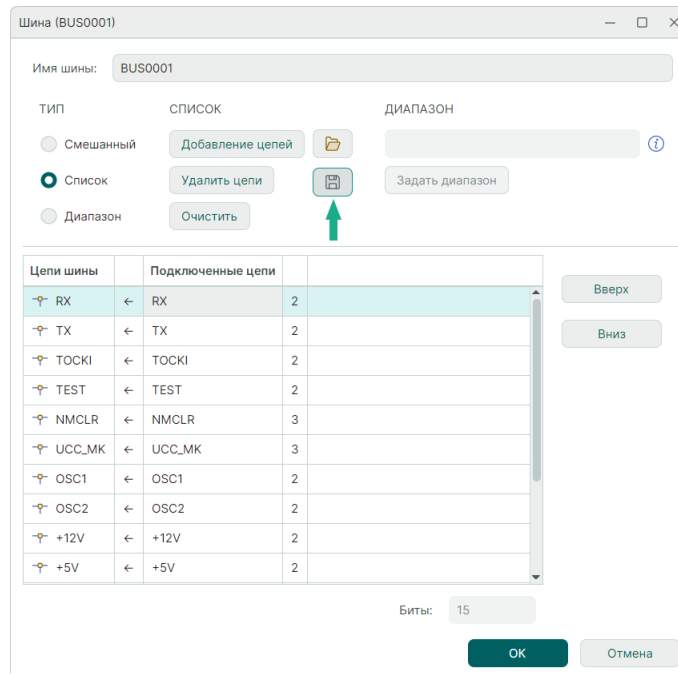

Рис. 177 Экспорт списка цепей шины
4) В поле «Список» нажмите на символ , см. Рис. 177. Список цепей шины будет сохранен в текстовый файл полностью.